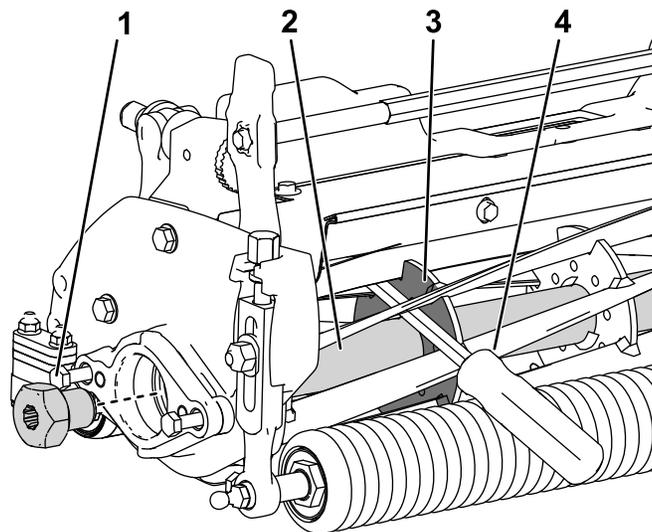

Рисунок 37
- Вставьте монтировку с длинной ручкой (рекомендуется использовать монтировку размером 0,95 x 30 см [$\frac{3}{8}$ x 12 дюймов] с рукояткой как у отвертки) через переднюю часть режущего барабана, максимально близко к боковой части режущего блока, к которому вы будете прилагать крутящий момент (Рисунок 37).
- Установите монтировку так, чтобы она была прижата к сварной стороне опорной пластины барабана (Рисунок 37).